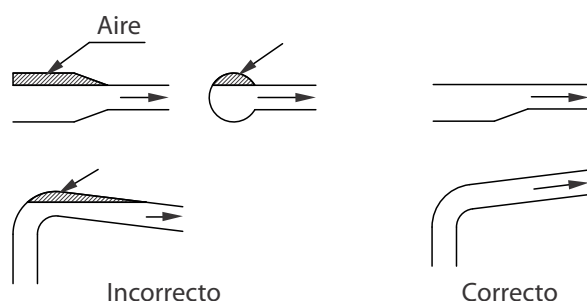

Figura 2
- Durante la instalación de la línea de succión, **evite la formación de bolsas de aire**, las cuales pueden afectar el cebado y el rendimiento de la bomba. Consulte el diagrama correspondiente para su correcta disposición. Vea la Figura 2.